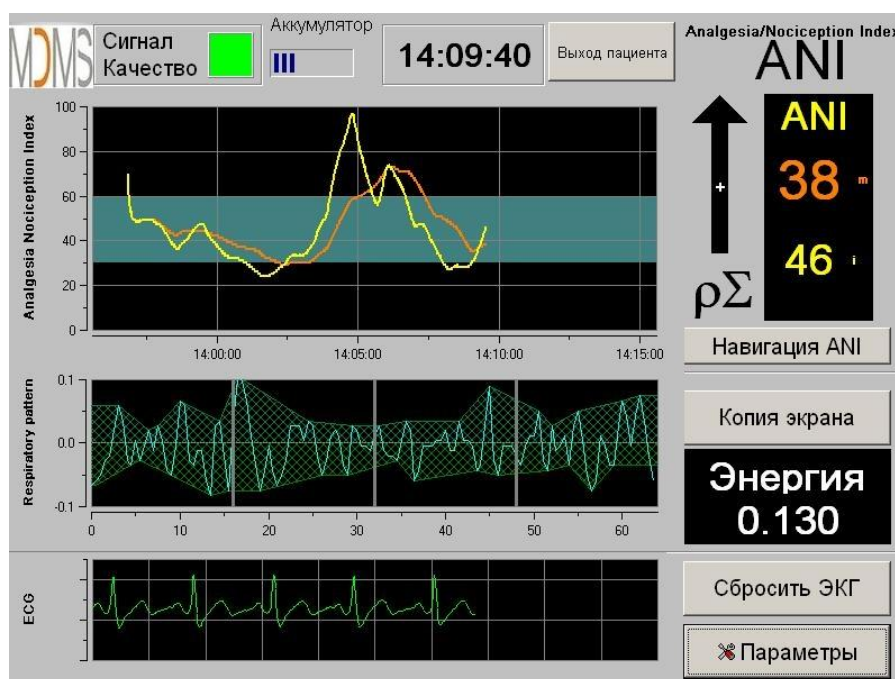

Рисунок 31
- “Эксперт” режим, позволяющий показывать дыхательный шаблон и ещё одну функцию, называемую “Энергия” (Рисунок 31).